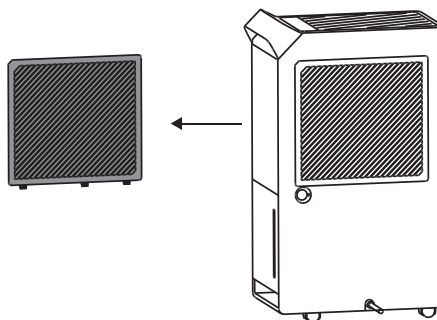

Рис. 5
8. Чистка фильтра (Рис. 5). Достаньте фильтр, промойте его в мыльной воде, прополощите в чистой воде, высушите и вставьте на место. В среднем, необходимо проводить чистку фильтров не реже чем раз в две недели при постоянном использовании. Иначе производительность прибора может снизиться.